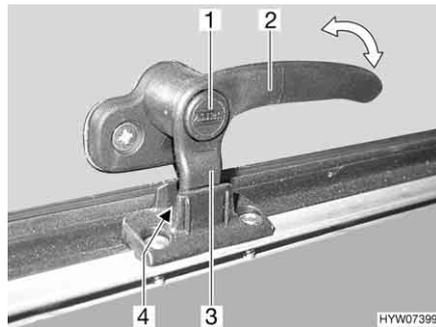
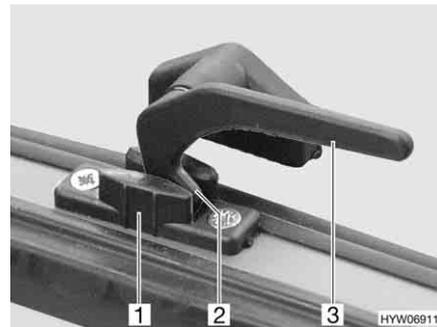

Fig. 74 Levier de verrouillage avec bouton de sécurité en position "Aération permanente"
Fig. 75 Levier de verrouillage en position "Aération permanente"
- En position "Aération permanente" (Fig. 74 et Fig. 75)
- S'il existe, appuyer sur le bouton de sécurité (Fig. 74,1) et le maintenir enfoncé.
- Tourner le levier de verrouillage (Fig. 74,2 ou Fig. 75,3) d'un quart de tour vers le centre de la fenêtre.
- Remettre le levier de verrouillage en position initiale. Le tenon de verrouillage (Fig. 74,3 ou Fig. 75,2) du levier de verrouillage doit pénétrer alors dans le logement prévu à cet effet dans le verrouillage de fenêtre (Fig. 74,4 ou Fig. 75,1).
- Relâcher le bouton de sécurité (Fig. 74,1).